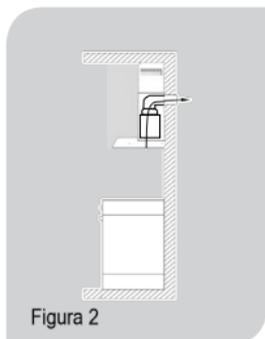

Figura 2
- A figura 2 consta o modo exaustor: Saída pela parede.